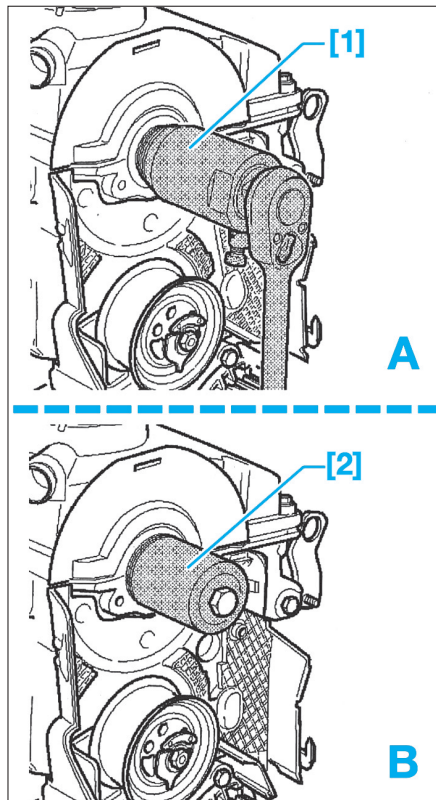

Fig. 36
- [1]. Extracteur (ref. 3240) (Fig.36).
- [2]. Mandrin d'appui (ref. 10 203) (Fig.36).
- À l'aide de l'outil [1], déposer la bague d'étanchéité d'arbre à cames (A) (Fig.36).
La repose de la bague d'étanchéité d'arbre à cames doit être réalisée méticuleusement. Cette opération nécessite impérativement un outillage spécifique (B) (outil [2] avec une vis M12 x 65), car cette bague d'étanchéité ne doit pas être frappée et possède des surfaces d'appui bien précises destinées à recevoir le mandrin au montage (Fig.36). Avant la repose, la lèvre de la bague d'étanchéité ne doit pas être lubrifiée et la portée de l'arbre à cames doit être soigneusement dégraissée. Enfin, pour éviter de détériorer la lèvre de la bague, recouvrir la gorge de l'extrémité de l'arbre à cames avec un ruban adhésif.